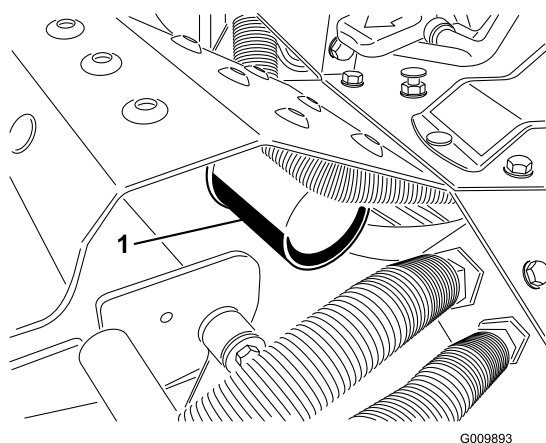

Figura 61
3. Limpie la zona alrededor del filtro de aceite hidráulico (Figura 61). Retire el filtro de la parte inferior del alojamiento y deje que se drene el aceite a